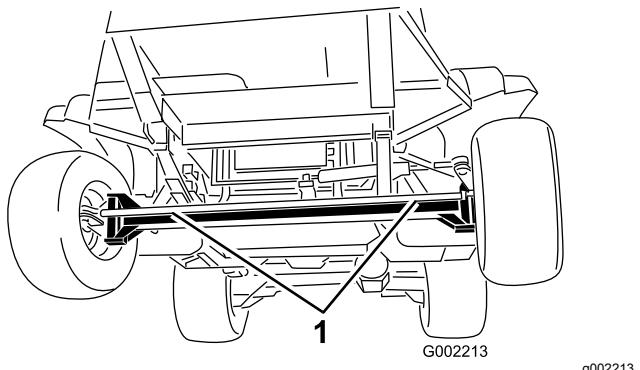
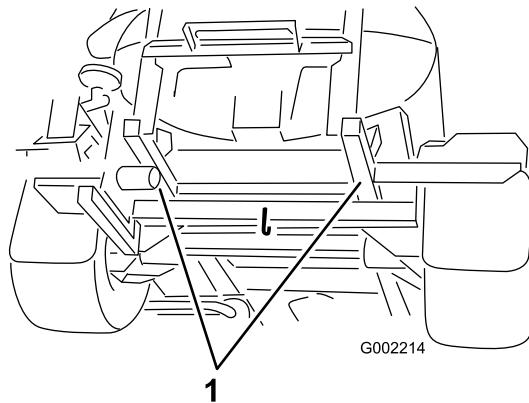

Figura 53
Figura 54
2. Fije la línea de remolque al bastidor; consulte los puntos de remolcado delanteros y traseros en Figura 53 y Figura 54.